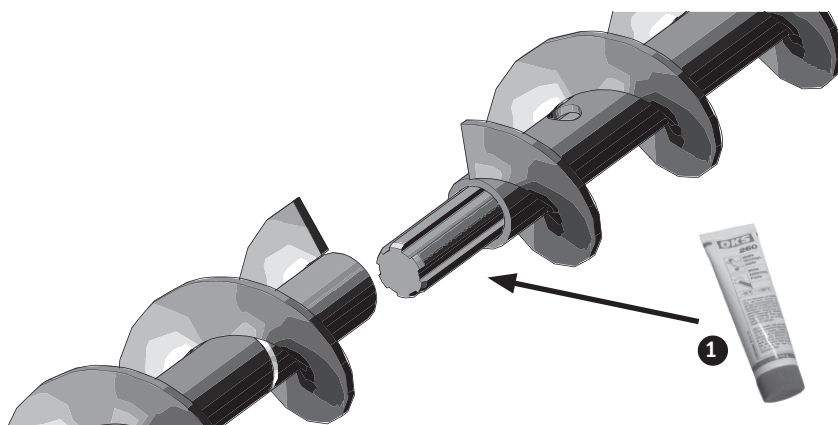

Fig.133 Applicare uno strato abbondante di grasso lubrificante sui raccordi e assemblare la coclea con estrema precisione
- ▶ Assemblare gli elementi della coclea, a tal scopo applicare uno strato abbondante di grasso lubrificante sui raccordi (Fig. 133), al fine di facilitare lo smontaggio in un secondo momento.
- ▶ Assemblare la coclea con estrema precisione – Fig. 133.